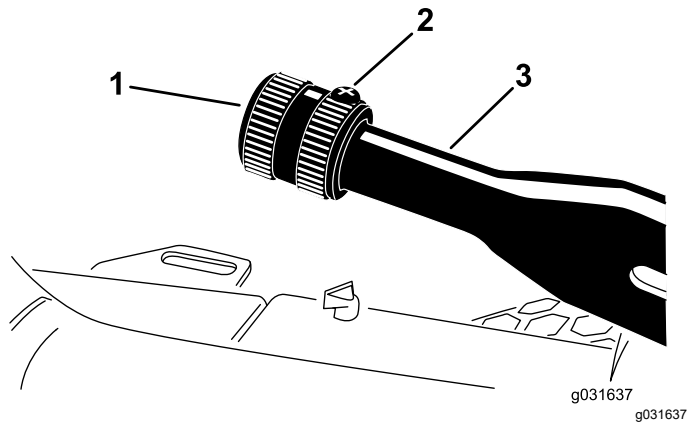

Figura 60
1. Afloje el tornillo de fijación que sujeta el pomo a la palanca del freno de estacionamiento (Figura 60).